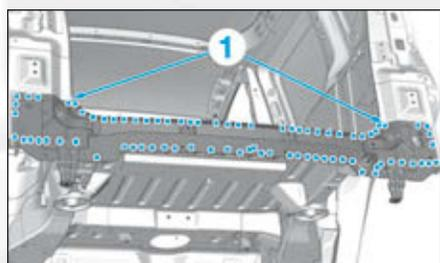

FIG.191
- Souder par points électriques et par points bouchons MAG en (1), puis meuler les points de soudure (Fig.191).